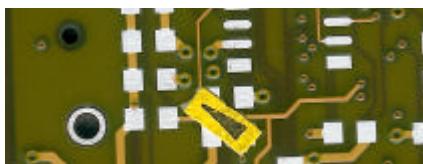

BILD 4: Ausbluten u. Versatz durch Viasdruck
**Vias sollten** mindestens >0.4mm von einer Bestückungsbohrung, einem SMD-Pad oder von Prüfpunkten für den InCircuit-Test entfernt sein, da es durch Versatz und ausbluten des Lackes zum Überdrucken von Pad's kommen kann (siehe Bild 4)